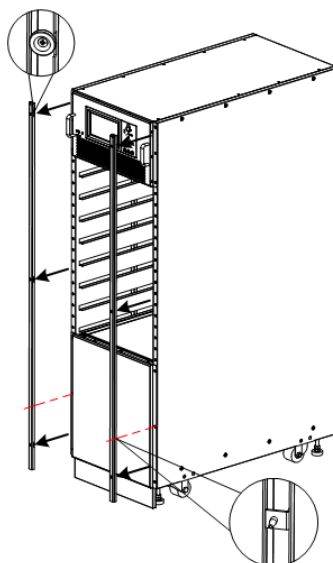

Рисунок 3-6 Снятие декоративной планки
1. Снимите декоративную планку шкафа, как показано на рис. 3-6.